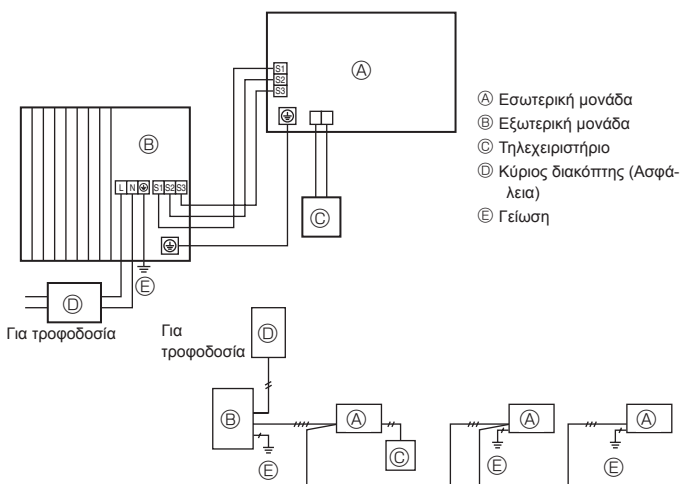
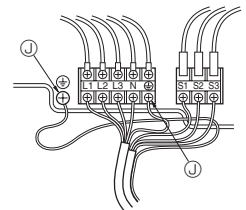

Fig. 7-1
Fig. 7-2
7.1. Εξωτερική μονάδα (Fig. 7-1, Fig. 7-2)
- 2 Συνδέστε τα καλώδια που αναφέρονται στην Fig. 7-1 και στην Fig. 7-2.